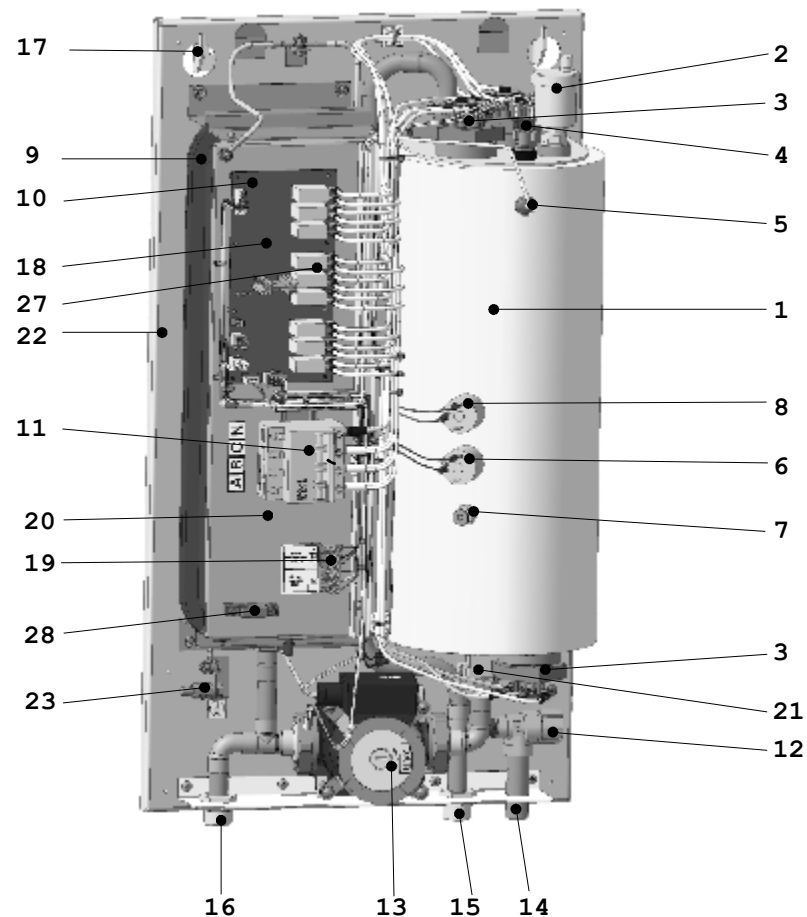

Рис. 1
Установочную панель (22) Рис. 1, на которой смонтированы котел в теплоизоляции (1), циркуляционный насос (13), экспанзомат (9), зажим заземления для подключения заземляющего проводника(23) и панель электропитания (20). Котел содержит три блока ТЭНов (3). В верхней крышке котла установлены автоматический воздухоотводчик (2) с дренажной системой, аварийный датчик температуры (4). На корпусе котла расположены рабочий датчик температуры теплоносителя (5), датчики максимального (6) и минимального (8) давления, датчик манометра (7).
4.4. Подключение прибора к системе отопления производится с помощью входного патрубка (16) G 3/4 и выходного патрубка (15) G 3/4. Рис.1. Сброс воды при срабатывании предохранительного клапана осуществляется через дренажный патрубок (14) G1/2, подключаемый к канализации.